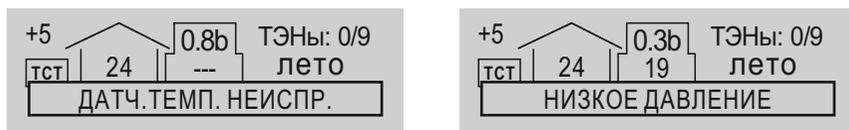

Рисунок 23
В этих случаях будет произведено обесточивание ТЭНов с помощью контактора, замкнутся контакты зажима подключения приёмника сигнала об отказе (например интеллектуального термостата MY HEAT GSM или MY HEAT SMART) XT7 (см. рис. 4), включится индикатор отказа (7) рис. 5 и появится текстовое сообщение о характере несоответствия. Пример см. рис. 23. После устранения причины несоответствия прибор вернется к предыдущему режиму работы с сохранением настроек и параметров.